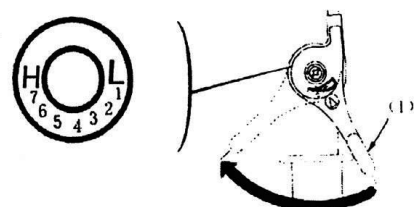

Fig. 12 (1) Maneta de accelerație
- 4) Deplasați maneta de accelerație ușor spre stânga. (Fig. 12)